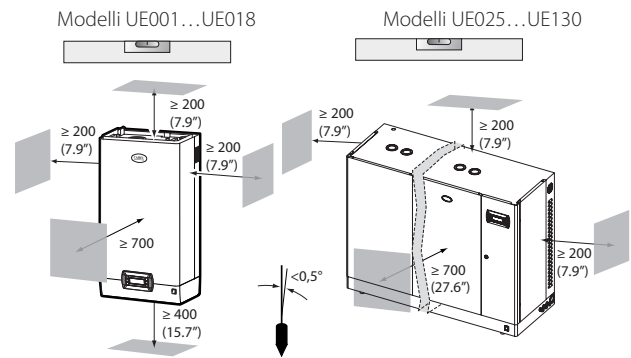

Fig. 1.d
- posizionare l'umidificatore in piano orizzontale, osservando gli spazi minimi (vedi Fig. 1.d) per consentire le operazioni necessarie di manutenzione.
Montare l'umidificatore a parete tramite la staffa di supporto già fissata sull'umidificatore, utilizzando il kit di viti in dotazione (per le quote in mm vedi Fig. 1.d).